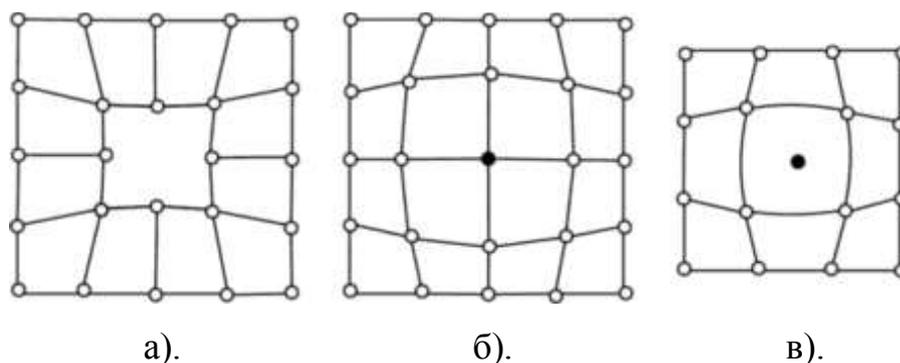

Рисунок 5. Схемы точечных дефектов в кристаллах
**Точечные дефекты** малы во всех трех измерениях. К точечным дефектам относятся вакансии, представляющие собой узлы кристаллической решетки в которых отсутствуют атомы (рис. 5а), а также замещенные атомы примеси (рис. 5б) и внедренные атомы (рис. 5в) которые могут быть как примесными, так и атомами основного металла. Точечные дефекты вызывают местные искажения кристаллической решетки, которые затухают достаточно быстро по мере удаления от дефекта.
При образовании **твердого раствора** атомы одного компонента входят в кристаллическую решетку другого. Твердые растворы замещения образуются в результате частичного замещения атомов кристаллической решетки одного компонента атомами второго (рис. 5б). Твердые растворы внедрения образуются когда атомы растворенного компонента внедряются в кристаллическую решетку компонента-растворителя (рис. 5в). Твердый раствор имеет однородную структуру, одну кристаллическую решетку. В отличие от химического соединения твердый раствор существует не при строго определенном соотношении компонентов, а в интервале концентраций. Обозначают твердые растворы строчными буквами греческого алфавита  $\alpha$ ,  $\beta$ ,  $\gamma$ ,  $\tau$  и т. д.